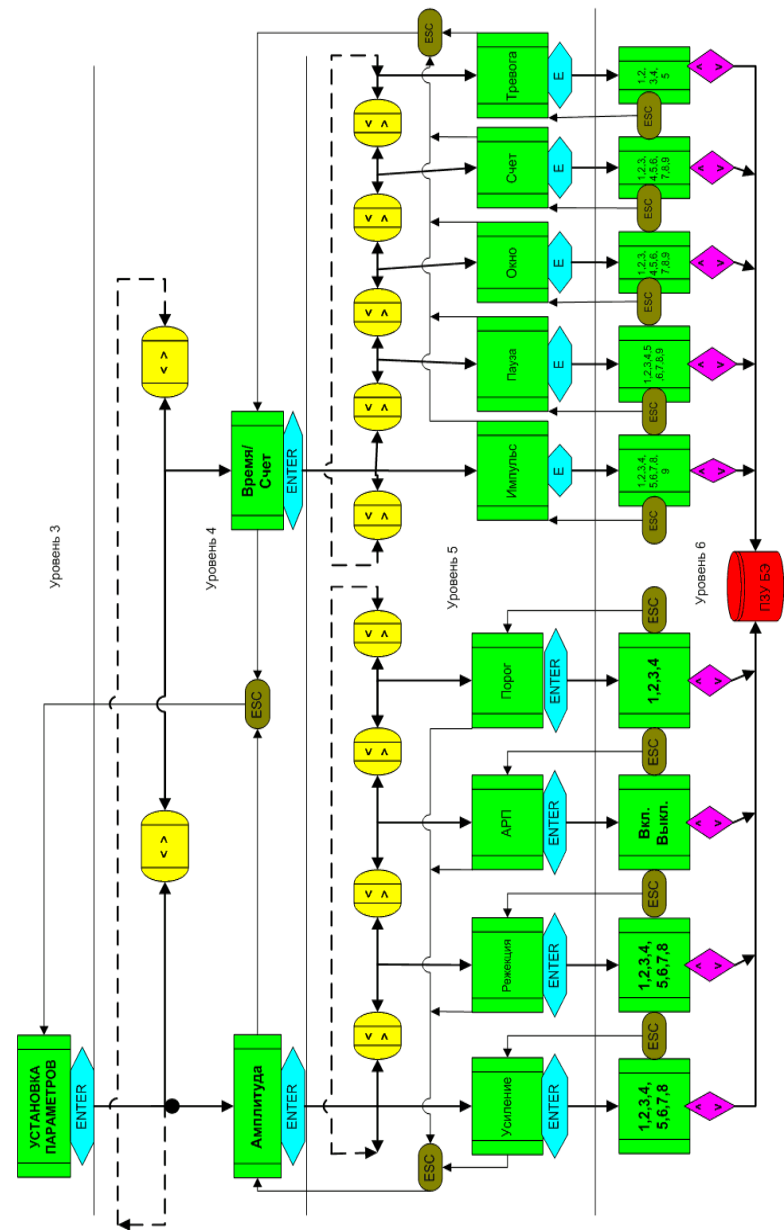

Рисунок 3.5 Структурная схема раздела «УСТАНОВКА ПАРАМЕТРОВ» меню ПУ
На рис. 3.5 изображена структурная схема раздела **«УСТАНОВКА ПАРАМЕТРОВ»**, включающая 3-й, 4-й, 5-й и 6-й уровни системного меню. Перемещение по 5 уровню осуществляется с помощью клавиш «→» или «←». Переход с 5-го на 4-й уровень меню осуществляется нажатием клавиши «ESC» на ПУ.
3.2.3.2 С помощью клавиши «ESC» перейти на 3-й уровень меню, с помощью клавиши «→» осуществить переход в раздел **«УСТАНОВКА ПАРАМЕТРОВ»** (рис. 3.5). Нажав клавишу «ENTER», перейти на 4-й уровень меню в подраздел «Амплитуда»; нажав клавишу «ENTER», перейти на 5-й уровень меню в параметр «Усиление»; нажав клавишу «ENTER», перейти на 6-й уровень в режим установки усиления. С помощью клавиши «↑» или «↓» осуществить установку числа «1» – минимального усиления. Нажав несколько раз клавишу «ESC», перейти на 3-й уровень меню, с помощью клавиши «→» или «←» осуществить переход в раздел **«ТЕСТ»**. Далее повторить процедуру по п. 3.2.3.1, убеждаясь, что и при минимальной чувствительности изделие вырабатывает сигнал тревоги в ответ на тест.
3.2.4.2 В первую очередь необходимо установить начальное «среднее» усиление в тракте обработки сигнала. Для этого в разделе «УСТАНОВКА ПАРАМЕТРОВ» (рис. 3.5) нажать клавишу «ENTER» и войти в подраздел «Амплитуда»; нажать клавишу «ENTER» и войти в параметр «Усиление», еще раз нажав клавишу «ENTER», войти в числовое меню параметра. Используя клавиши «↑» или «↓», установить параметр «4», соответствующий среднему значению усиления. Нажав клавишу «ESC» несколько раз, подняться на 3-й уровень системного меню.
3.2.5.1 При настройке чувствительности, в подразделе «Амплитуда» раздела «УСТАНОВКА ПАРАМЕТРОВ» параметр «АРП» (рис. 3.5) должен быть выключен, т.е. установлен «Выкл».
3.2.5.2 Чувствительность изделия к вибрации СЗ определяется значениями 2-х параметров в системном меню ПУ (рис. 3.5):